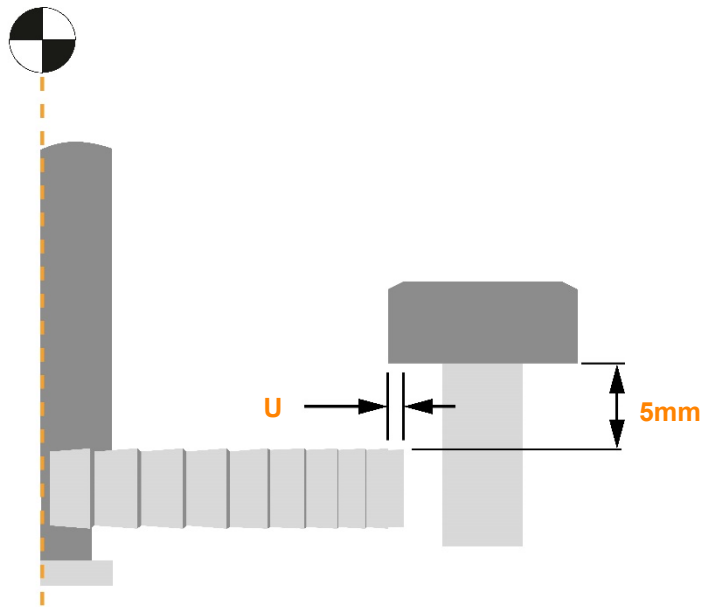

図 5.5 工具長計測
- Uu = スタイラス下面に位置決めするための、増分値指定による工具径方向距離 (図 5.5 参照)